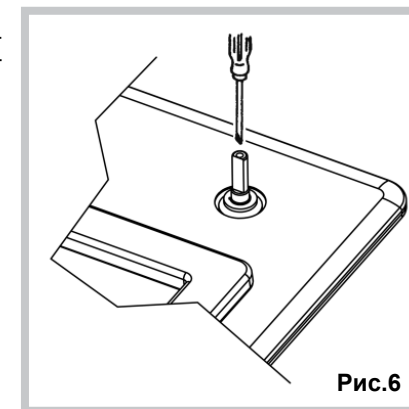

Рис. 6
- чтобы отрегулировать минимум подачи газа, с помощью отвертки поверните винт, расположенный на кране (рис. 6), в позицию минимума. Для LPG (бутан/пропан) винт должен быть затянут полностью.